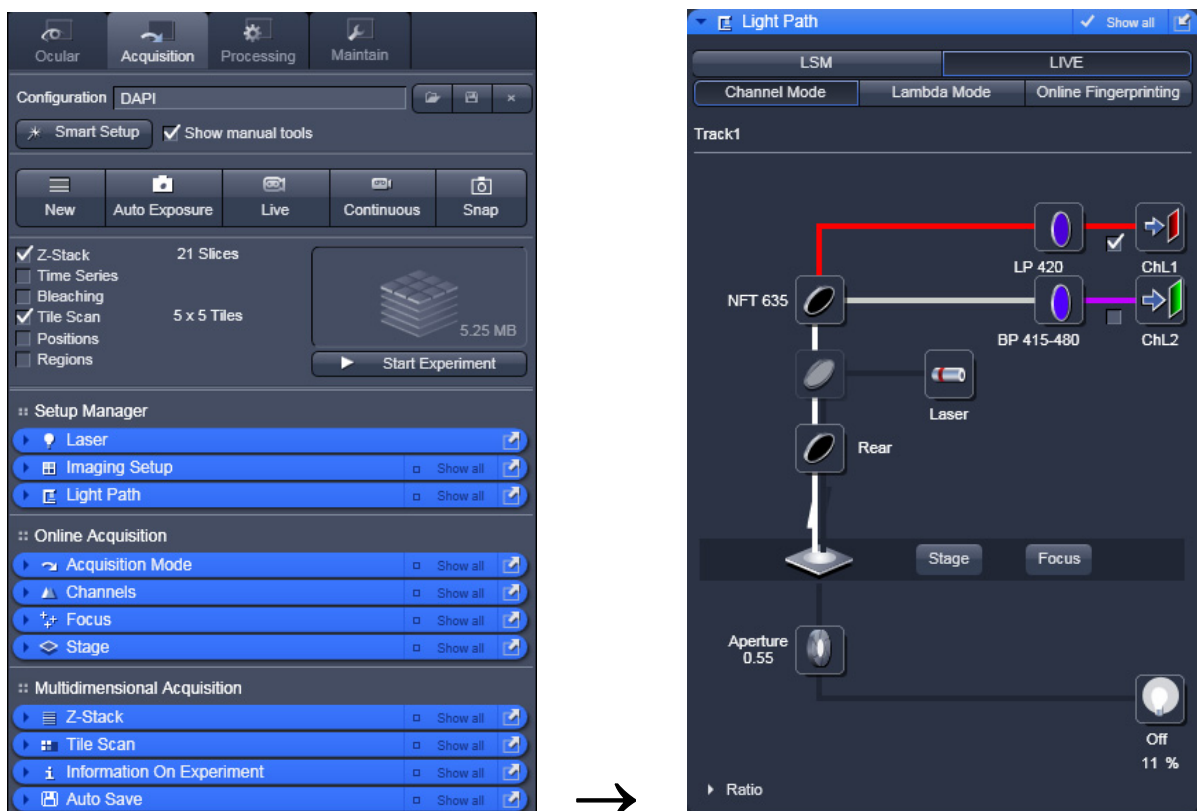

Fig. 20 Ventana Light Path para una pista (LIVE tab)
La ventana **Light Path** está mostrada en la Fig. 20:
- Haga clic en la pestaña **LIVE** (Fig. 20).